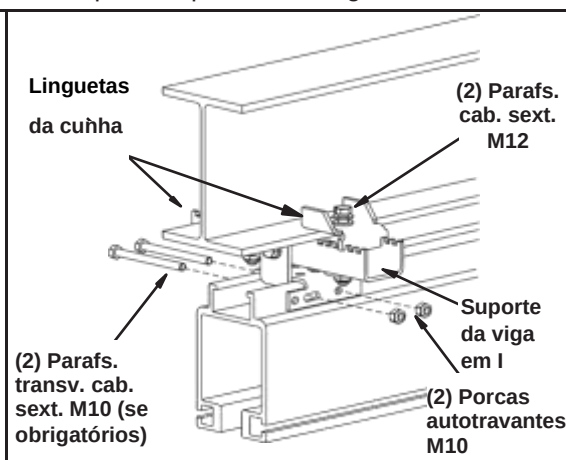

Figura 3-14
- Etapa 4. Coloque as linguetas da cunha na parte superior do flange inferior. Consulte a Figura 3-14.